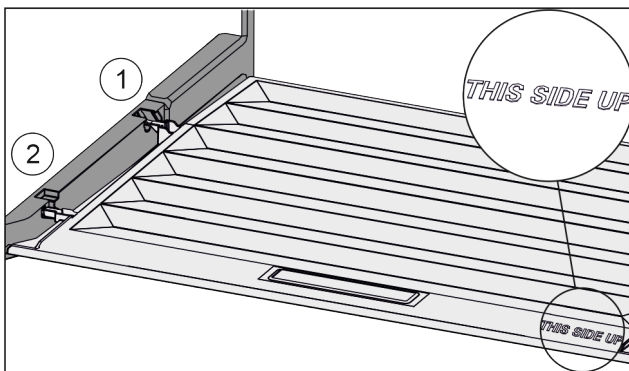

Fig. 99
- ▶ Introduire les rainures du couvercle par l'orifice du support arrière Fig. 99 (1) et les enclencher à l'avant dans le support Fig. 99 (2).